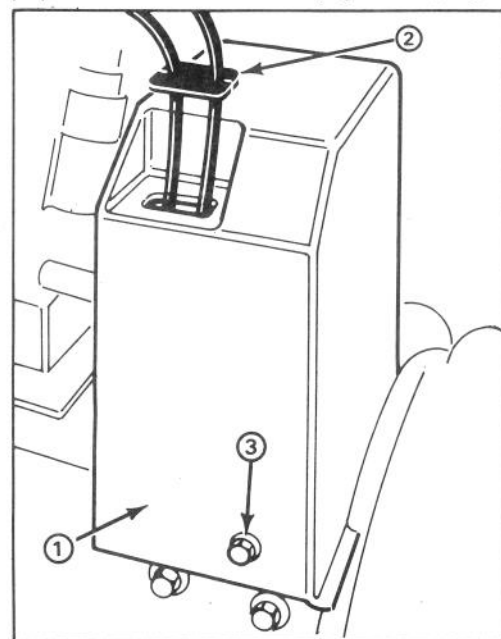

Figure 25
RÉGLAGE DE LA COURROIE D'ENTRAÎNEMENT DE TARIÈRE/ROUE HÉLICE (fig. 25 et 28)
1. Retirez les 3 boulons à tête à collerette tenant le protège-courroie attaché au châssis du moteur et faites-le glisser par-dessus les câbles (fig. 25).